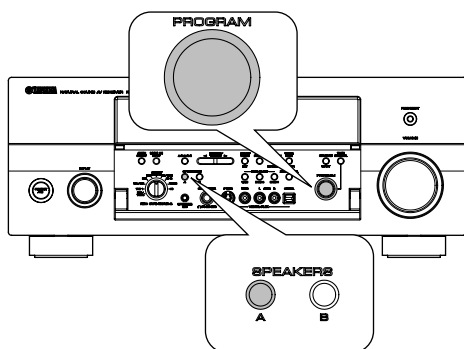

Fig. 13
a. While pressing the "SPEAKERS A" key of the main unit, turn the "PROGRAM" knob until "Upgrade HDMI" is displayed. (Fig. 13)
a. While pressing the "SPEAKERS A" key of the main unit, turn the "PROGRAM" knob until "Upgrade i.LINK" is displayed. (Fig. 13)
a. 本体の“SPEAKERS A”キーを押しながら“PROGRAM”ツマミを回し“Upgrade HDMI”をディスプレイに表示させます。(Fig. 13)
a. 本体の“SPEAKERS A”キーを押しながら“PROGRAM”ツマミを回し“Upgrade i.LINK”をディスプレイに表示させます。(Fig. 13)